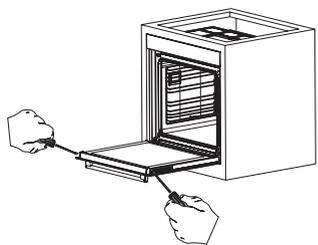
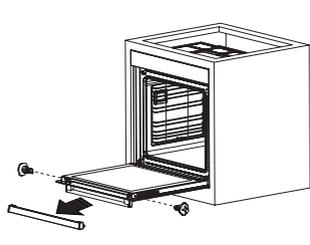
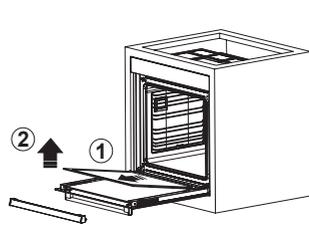

Abbildung 120
Abbildung 121
Abbildung 122
2. Entfernen Sie die Schrauben an der linken und rechten Seite, wie in Abbildung 120 gezeigt. Entfernen Sie das Profil, indem Sie es in Ihre Richtung ziehen, wie in Abbildung 121 gezeigt. Das Glas ist frei, nachdem das Profil wie in Abbildung 122 gezeigt, entfernt wurde. Ziehen Sie das frei gewordene Glas vorsichtig zu sich heran. Falls erforderlich, kann das mittlere Glas auf dieselbe Weise entfernt werden. Das äußere Glas ist am Ofentürprofil befestigt. Sie können das Glas leicht reinigen, nachdem es getrennt wurde. Sobald die Reinigung und Wartung abgeschlossen ist, können Sie die Gläser und das Profil austauschen, indem Sie den Entfernungsvorgang in umgekehrter Reihenfolge durchführen. Stellen Sie sicher, dass das Glas in der richtigen Richtung eingesetzt ist und das Profil richtig sitzt.